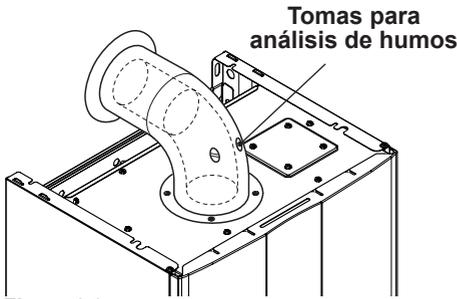

Figura 9.9
- Conecte un analizador de humos a las tomas de análisis de humos situadas en las salidas de humos de la caldera (Figura 9.9).
- Compruebe la combustión de la caldera usando las tomas ubicadas en los tubos de humos (Figura 9.9) y compare los datos medidos con los siguientes.